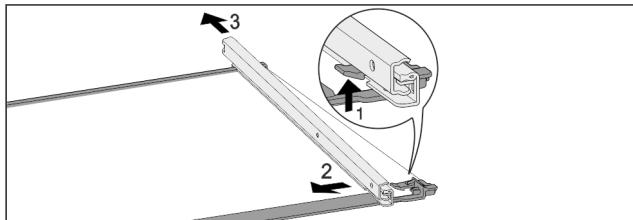

Fig. 52 Стъклена плоча с релси
- Натиснете нагоре предните фиксиращи палци. Fig. 52 (1)
- Пълзнете изтеглящата релса настрани Fig. 52 (2) и назад Fig. 52 (3).